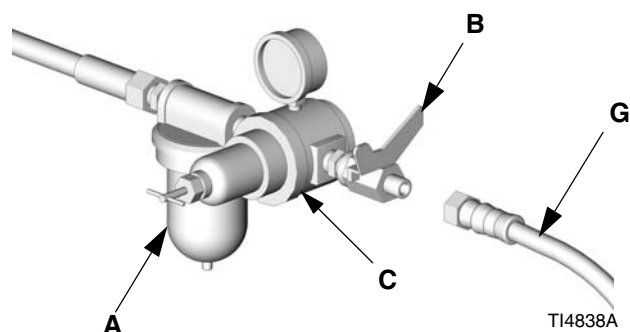

FIG. 3
6. Branchez l'autre extrémité du flexible d'air (G) sur la sortie de la vanne d'arrêt d'air. Voir FIG. 3.